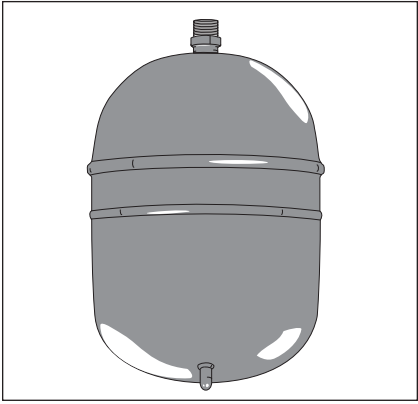

Figure 5 - Le vase d'expansion protège la plomberie du domicile contre les pointes de pression.
- Vase d'expansion (Figure 5 à la page 9)
Vérifier que le vase d'expansion est de dimension adaptée (Figure 5). Nous recommandons d'installer un vase d'expansion si le système n'en est pas équipé. Les codes en vigueur exigent la présence d'un vase d'expansion de dimension appropriée et sous une pression correcte dans toutes les installations qui comportent des dispositifs antiroulement, clapets antretour ou réducteurs de pression (voir l'illustration sur l'intérieur de la couverture avant).